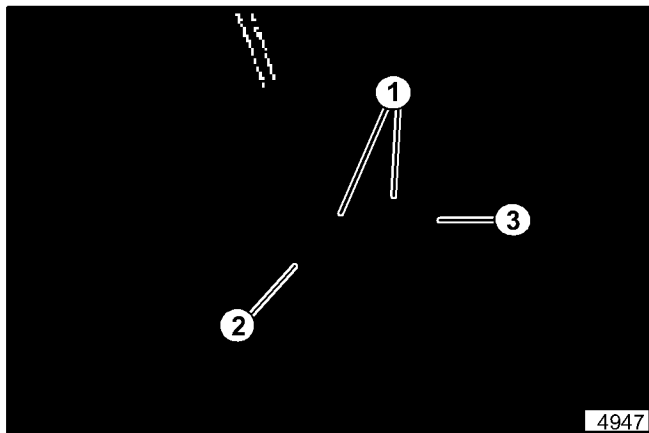

Figure 24. Manette de commande de l'embrayage
20. Enlever les goupilles à clavette et à étrier, et les deux manchons sur la manette de commande (voir la figure 24). Tourner la tige pour raccourcir ou rallonger la tige si nécessaire et ré-attacher la tige à la manette avec la goupille à étrier.